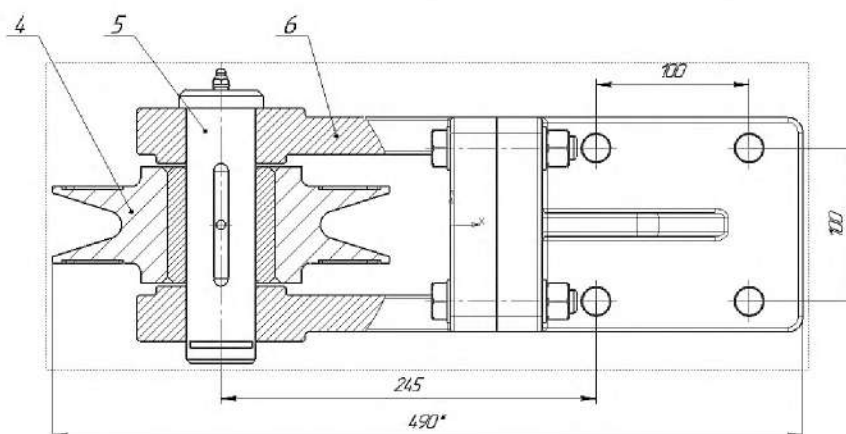

Рисунок 4.33. Простановка размеров и позиционных линий-выносок
2.3.9 Выровняйте позиционные линии-выноски по горизонтали  (рисунок 4.33).